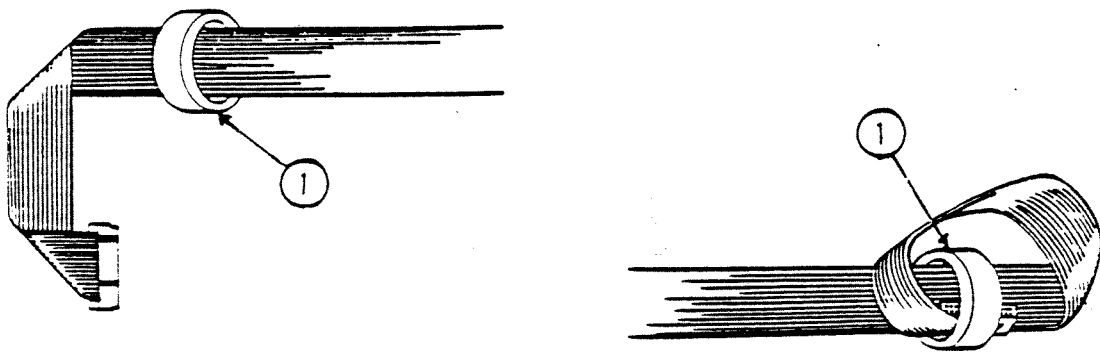

ABBILDUNG 3
14. Wenn Sie das Bandkabel wieder einsetzen, drehen Sie den Kabelstecker ein wenig, schieben ihn durch die Ringkerne und entfernen die Ringkerne vom Kabel (Abbildung 3,#1).